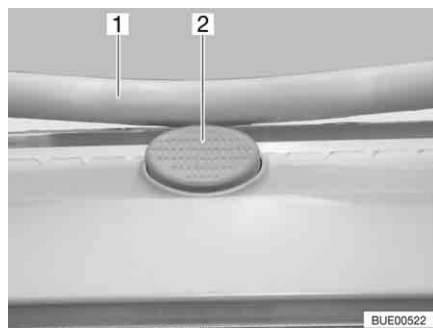

Fig. 16 Bottone di sicurezza sull'oblò inclinabile
- Premere il bottone di sicurezza (Fig. 16,2) e tirare verso il basso la staffa (Fig. 16,1) con entrambe le mani.
- Premere la staffa verso l'alto con ambedue le mani, finché la staffa non poggia al di sopra del bottone di sicurezza (Fig. 16,2).